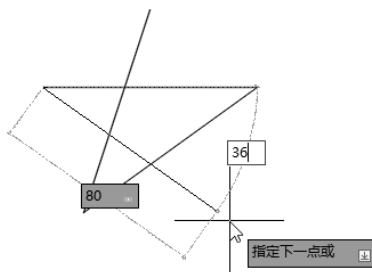
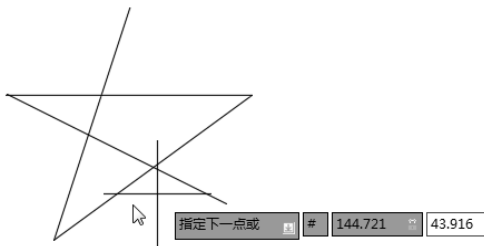

图 2-7 确定 P5
图 2-8 确定 P5 (绝对坐标方式)
(5) 拖动鼠标, 然后在动态输入框中输入长度为 80, 按 Tab 键切换到角度输入框, 输入角度为 36° , 如图 2-7 所示, 按 Enter 键确认 P5 点; 也可以输入绝对坐标 ($\#144.721, 43.916$), 如图 2-8 所示, 按 Enter 键确认 P5 点。